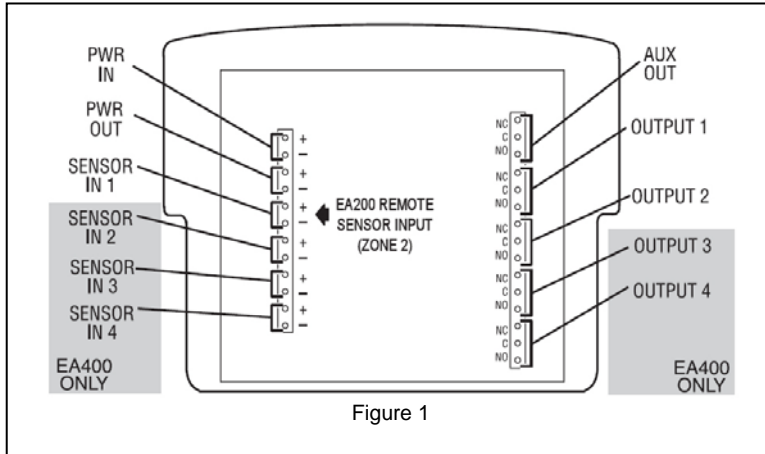

Figure 1
Connect power to the PWR IN terminals, as shown in Figure 1. Be sure to observe proper polarity. Connect the sensor(s) to the zone(s) you intend to monitor.
Connectez l'alimentation aux terminaux ENTREE ALIMENTATION, comme illustré dans la Figure 1. Respectez les polarités. Connectez la ou les sonde(s) à la ou les zone(s) que vous voulez surveiller.
Stromversorgung an den Leistungseingängen PWR IN, wie in Abbildung 1 gezeigt, anschließen. Auf die richtige Polarität achten. Sensoren an den zu überwachenden Zonen anschließen.
Press the ZONE (2) button. Using either the INCREASE (4) or DECREASE (8) button, select the zone you wish to program and then press the ENTER (5) button. Next, select the proper sensor type based on the chart above (Figure 3) and then press ENTER (5). Continue in this manner to set the high limit, low limit, optional time delay (minutes), and relay state (ENERGIZE/DE-ENERGIZE). If an alarm is desired upon loss of power to the EnviroAlert, select ENERGIZE. However, the normally-open (NO) and normally-closed (NC) contacts shown in Figure 1 will then be functionally opposite.
Appuyez sur le bouton ZONE (2). Utilisez les boutons AUGMENTER (4) ou DIMINUER (8) pour sélectionner la zone que vous voulez programmer, puis appuyez sur ENTREE (5). Ensuite, sélectionnez le type de sonde approprié selon le tableau ci-dessus (Figure 3) et appuyez sur ENTREE (5). Faites de même pour définir la limite haute, la limite basse, le délai facultatif (en minutes) et l'état du relais (ACTIVE/DÉSACTIVE). Si vous voulez qu'une alarme se déclenche en cas de coupure de l'alimentation de l'EnviroAlert, sélectionnez ACTIVER. Toutefois, les contacts normalement ouverts (NO) et normalement fermés (NF) illustrés dans la Figure 1 fonctionneront à l'envers.
Taste ZONE (2) drücken. Mit der Taste INCREASE (Erhöhen) (4) oder DECREASE (Vermindern) (8) die zu programmierende Zone auswählen und dann die Taste ENTER (Eingabe) (5) drücken. Als Nächstes den geeigneten Sensortyp anhand der Tabelle oben (Abb. 3) auswählen und dann die Taste ENTER (Eingabe) (5) drücken. Auf diese Weise fortfahren und den oberen Grenzwert, den unteren Grenzwert, die optionale Zeitverzögerung (in Minuten) und den Relaisstatus (ENERGIZE/DE-ENERGIZE) (Angezogen/Nicht angezogen) einstellen. Wenn ein Alarm bei Leistungsabfall am EnviroAlert erwünscht ist, ENERGIZE (Angezogen) wählen. Die Anschlussklemmen für NO und NC in Abb. 1 funktionieren dann jedoch entgegengesetzt.